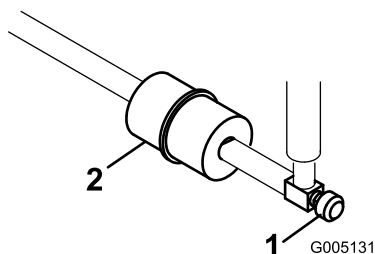

図 53
燃料フィルタはインラインタイプで、燃料タンクとキャブレタの間に設置してあります(図 53)。800時間ごと、又は燃料の流れが悪くなれば交換してください。フィルタに付いている矢印をエンジンの方に向けて取り付けてください。
1. 燃料バルブを閉じ、フィルタのキャブレタ側についているホースクランプをゆるめ、燃料ラインからフィルタを外す(図 53)。
2. フィルタの下に容器を置き、もう一方のクランプも外してフィルタを取り出す(図 53)。